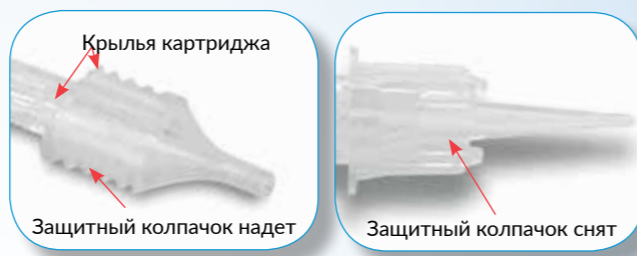

Рис. 2
- Перед имплантацией снимите защитный колпачок, потянув за оба боковых рельефных выступа на защитной крышке. **НЕ** снимайте его за крылья картриджа (Рис. 2).